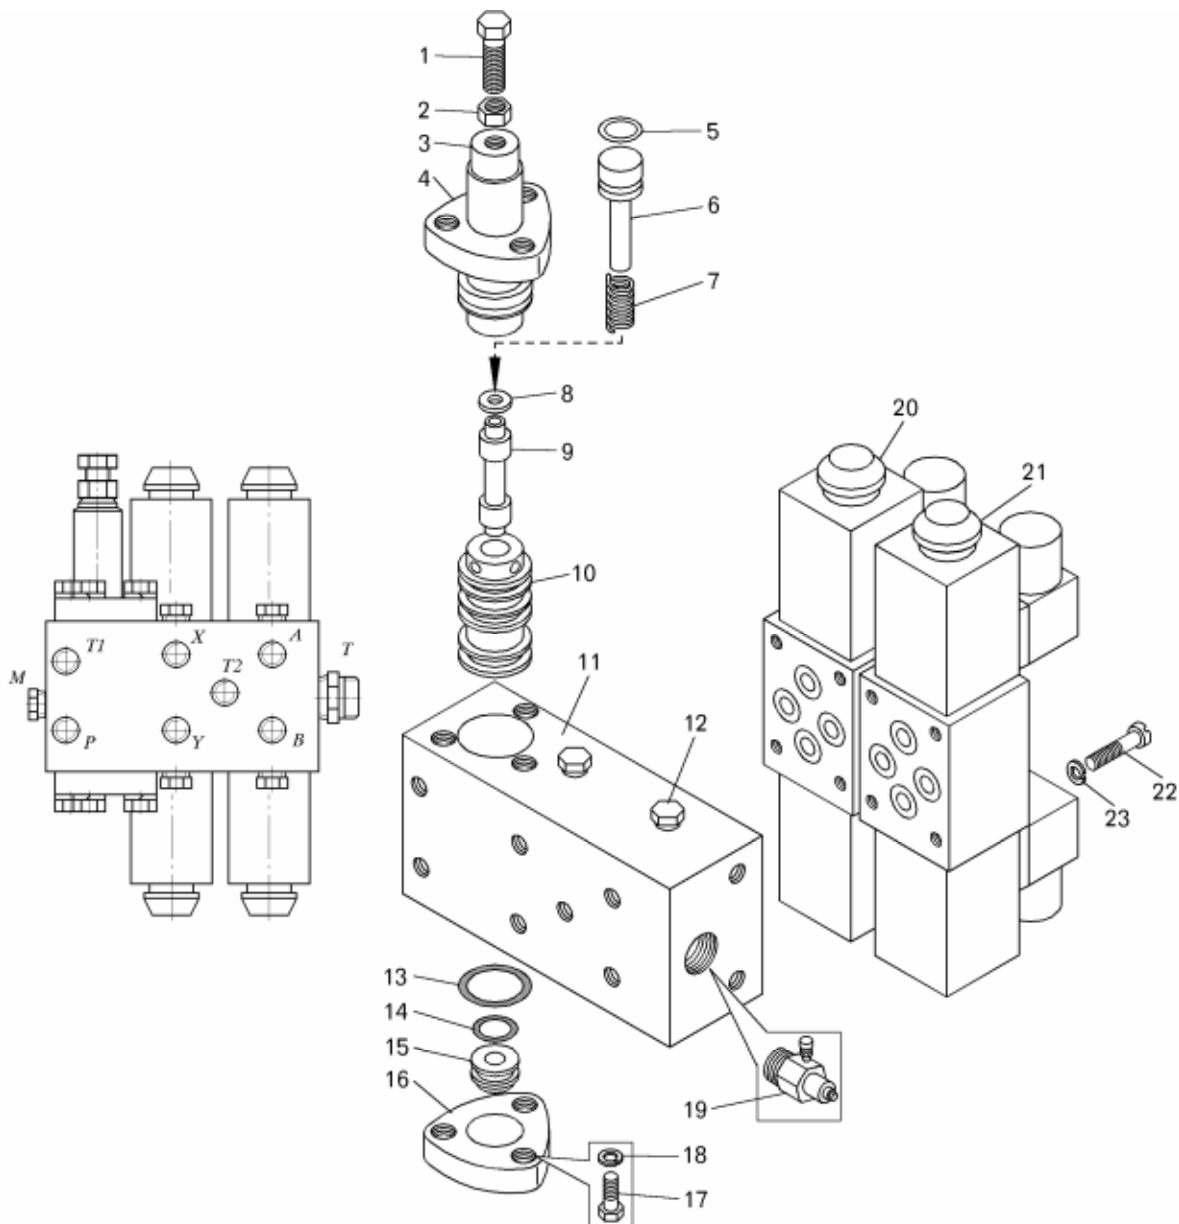

Рисунок 14.8 – Блок управления:
- отвернуть винты 22 (рисунок 14.8) и отсоединить гидрораспределители 20 и 21;